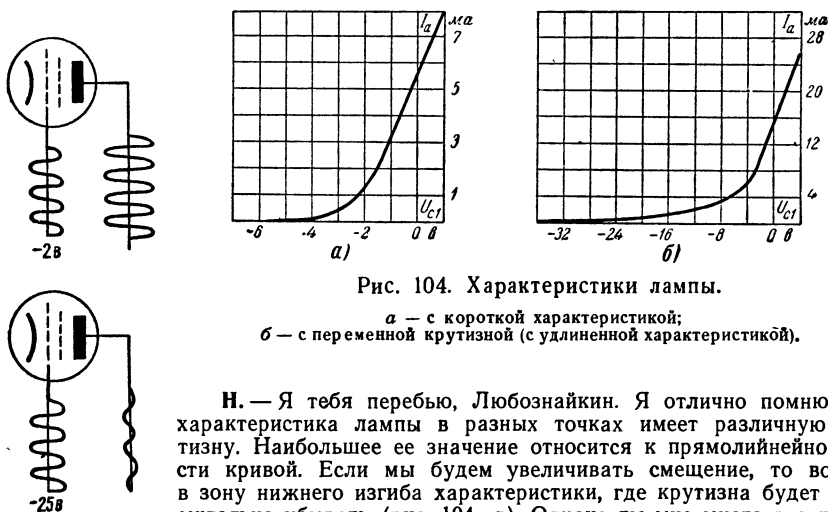

Рис. 104. Характеристики лампы.
Н. — Я тебя перебею, Любознайкин. Я отлично помню, что характеристика лампы в разных точках имеет различную крутизну. Наибольшее ее значение относится к прямолинейной части кривой. Если мы будем увеличивать смещение, то войдем в зону нижнего изгиба характеристики, где крутизна будет стремительно убывать (рис. 104, а). Однако ты мне много раз повторял, что эта часть характеристики является запретной зоной.
**Л.** — Это так, когда мы имеем дело с обычными лампами и значительными амплитудами сигнала, как, например, в каскадах низкой частоты. Но на высокой и промежуточной частотах амплитуда сигнала еще очень мала и в этом случае достаточно иметь приблизительно прямолинейный участок в области рабочей точки. Для этого созданы специальные лампы, крутизна характеристики которых изменяется сравнительно плавно, так что изгиб характеристики нерезко выражен (рис. 104, б). Такие лампы называются лампами с переменной крутизной. Конечно, это не означает, что крутизна всех других ламп постоянна, а лишь то, что в этих специальных лампах можно выбирать рабочую точку на участках с различной крутизной.